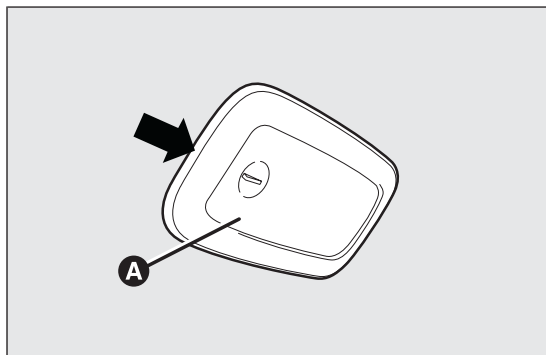

fig. 176
- ❑ agire nel punto indicato dalla freccia e rimuovere la plafoniera A fig. 176;